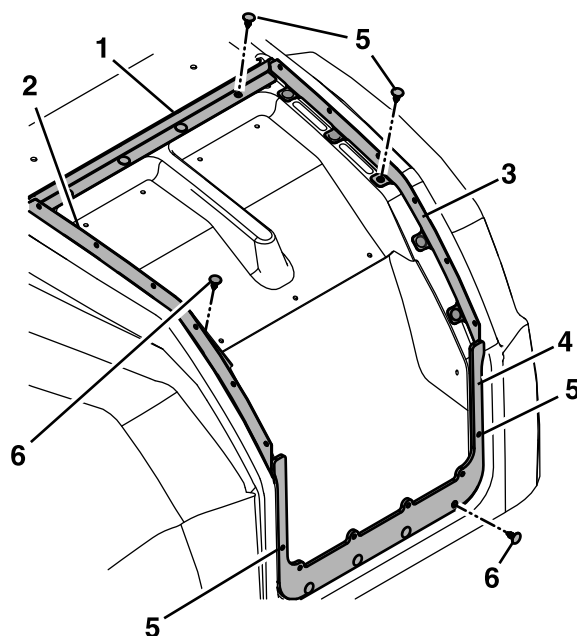

Figura 4
3. En capós del estilo antiguo es necesario instalar los soportes de montaje izquierdo, derecho y delantero y la placa trasera. Utilice los tapones de plástico como se muestra en la Figura 4 para montar los soportes en el capó. Usando una broca de 1/4", perforo dos orificios a través del capó existente como se muestra en la Figura 4; instale los tapones de plástico.